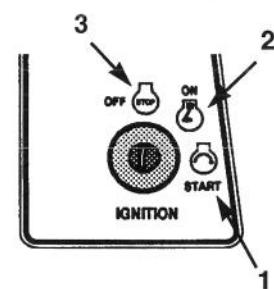

Figure 11
2. Tourner la clé de contact sur OFF (ARRET) (Fig. 11).
- Fixer le bouclier sur le rebord de la tondeuse au moyen des boulons et écrous (Fig. 11).